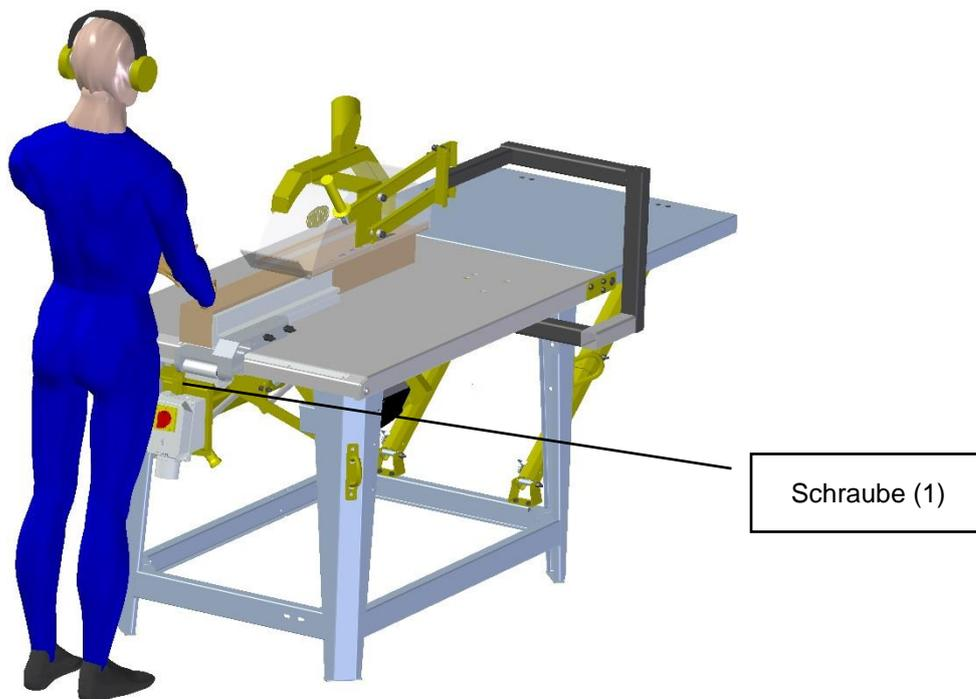

Abbildung 14 Längsschneiden / Auftrennen
Zum Schrägstellen hält man zuerst den Griff (1) der Abbildung 15 fest und löst anschließend den Sterngriff (2). Der Schutzkasten schwängt dann bereits selbstständig in eine Schräglage. Mit dem Griff (1) zieht man den Schutzkasten in die gewünschte Schräglage und liest den Winkel an der Skala (3) (siehe Abbildung 14) ab. Anschließend klemmt man mit dem Sterngriff (2) (siehe Abbildung 13) den Schutzkasten fest.